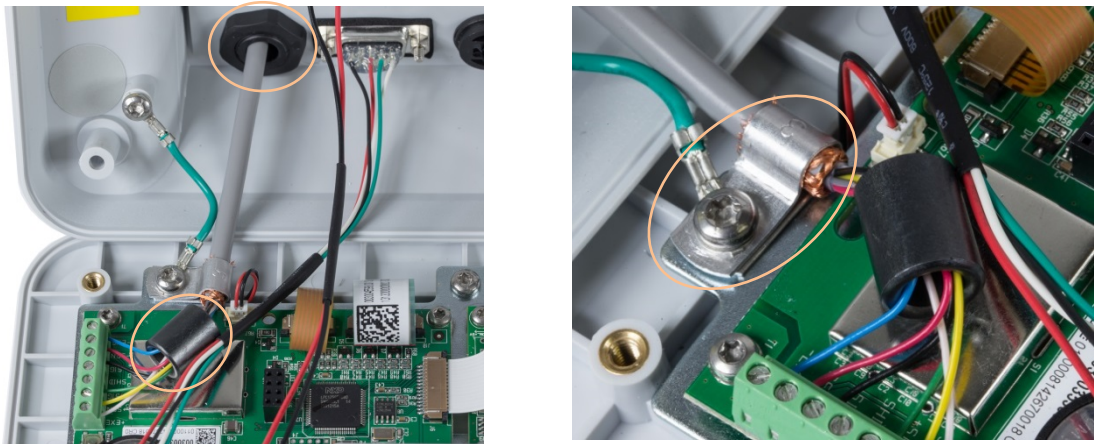

Figura 2-27: Installazione della ferrite sul cavo della cella di carico analogica e messa a terra sul telaio, IND231
9. Il cavo della cella di carico entra attraverso il pressacavo illustrato nella Figura 2-27.
12. Il fermaglio di terra fornito con il terminale serve per collegare il filo di schermatura scoperto (Figura 2-26) alla piastrina metallica di supporto mediante la vite di fissaggio del cavetto cerniera, come illustrato in Figura 2-27.